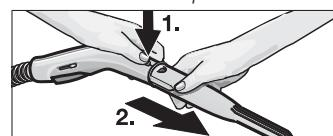

Abb. 2: Trennen der Zubehörteil
- Zum Trennen der Zubehörteile drücken Sie die Entriegelungstaste (B3 bzw. F2) und ziehen die Teile auseinander (siehe Abb. 2).